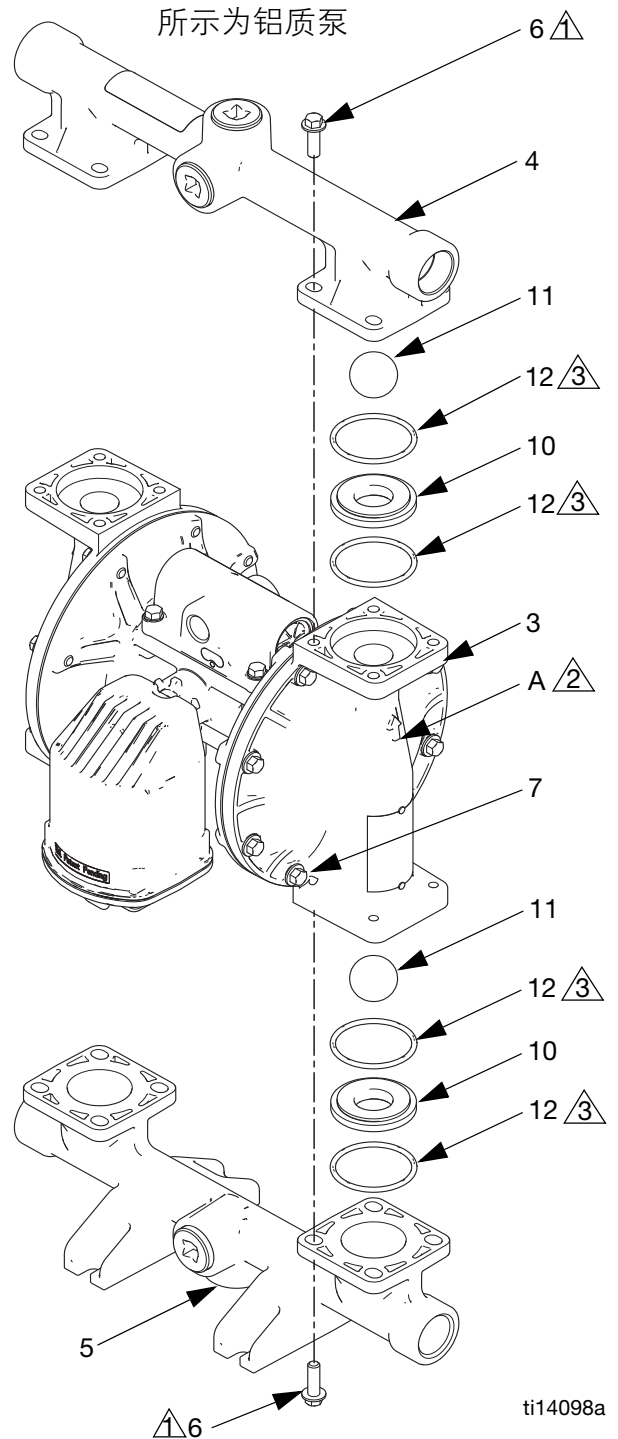

图 7. 球止回阀组件
3. 使用 10 毫米套筒扳手卸下出口歧管紧固件 (6)。参见图 7。
4. 卸下 O 形圈 (12，有些型号上没有)、阀座 (10) 和阀球 (11)。
5. 将泵反过来并卸下入口歧管。卸下 O 形圈 (12，有些型号上没有)、阀座 (10) 和阀球 (11)。
2. 按照图 7 中的所有注释，以相反的顺序重新组装。确保球阀 (10-12) 和歧管 (4、5) 都完全按照图示进行组装。流体盖上的箭头 (A) 必须指向出口歧管 (4)。